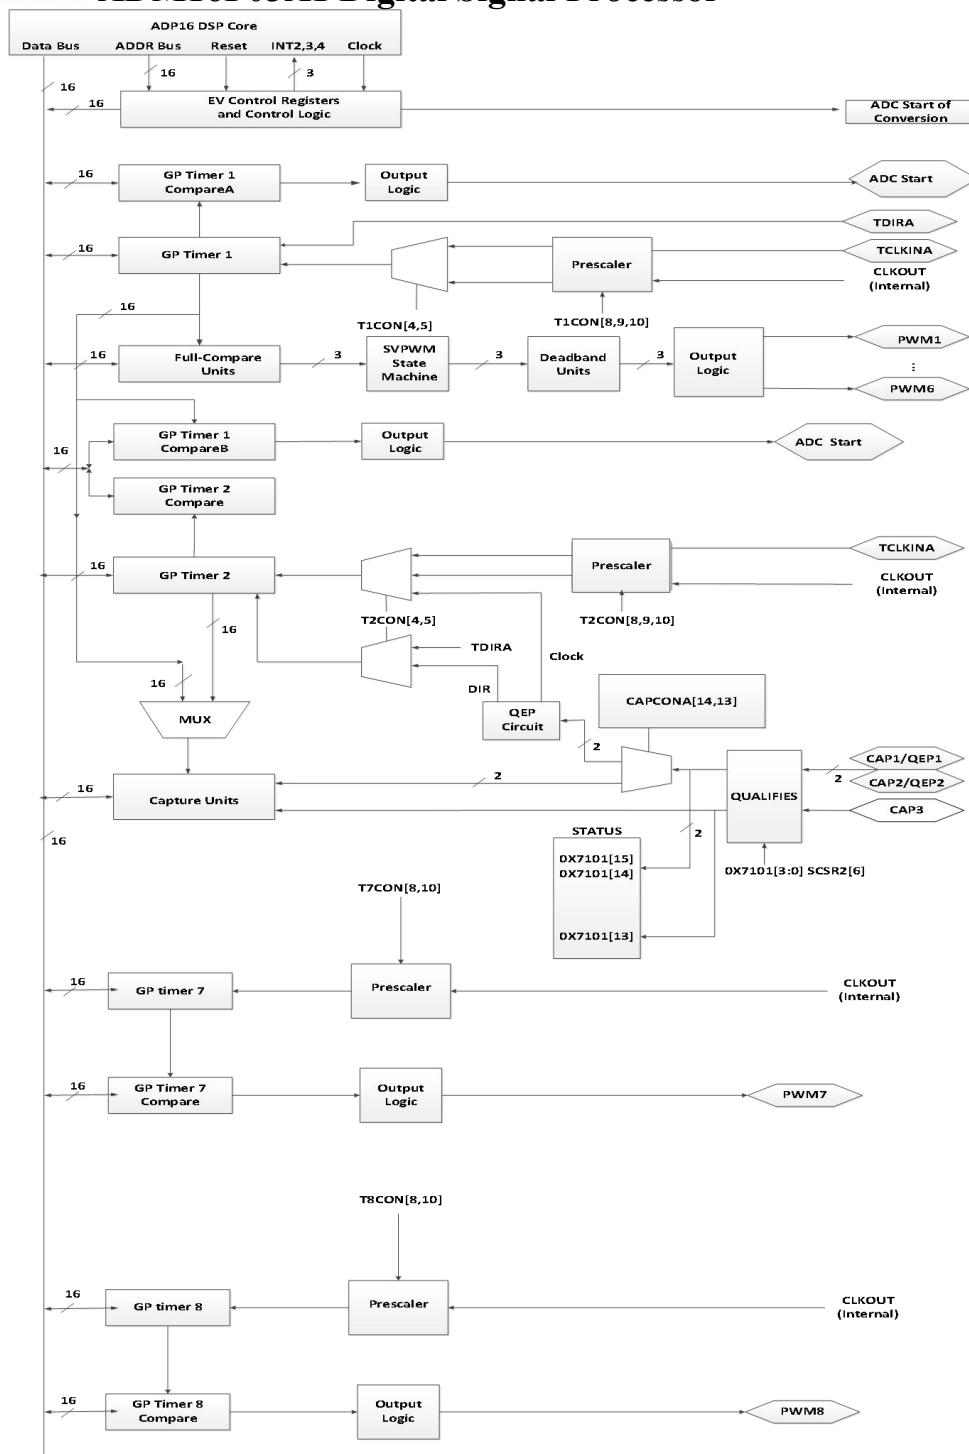

图 14.1 事件管理器模块 EM1 功能框图
该系列器件集成一个事件管理器模块 EM1，此模块包括通用(GP) 定时器、完全比较/ PWM 单元、捕获单元和正交编码器脉冲(QEP) 电路。表 14.1 列出了 EM1 包含的主要模块、信号名称、功能特性，图 14.1 展示了事件管理器模块（EM1）功能结构。